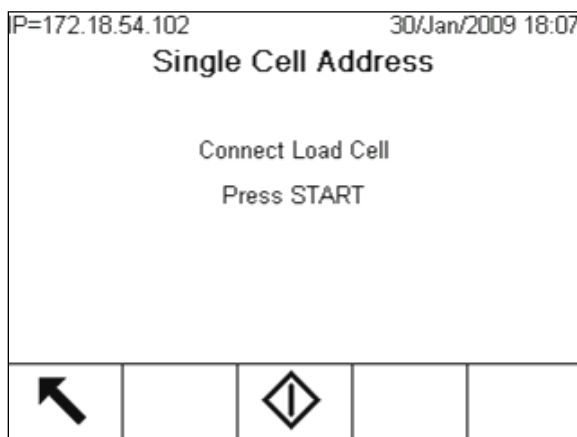

Figura 3-11: Schermata di avvio assegnazione indirizzo singola cella PDX
1. La schermata iniziale indica di collegare la cella di carico e richiede (Figura 3-11):